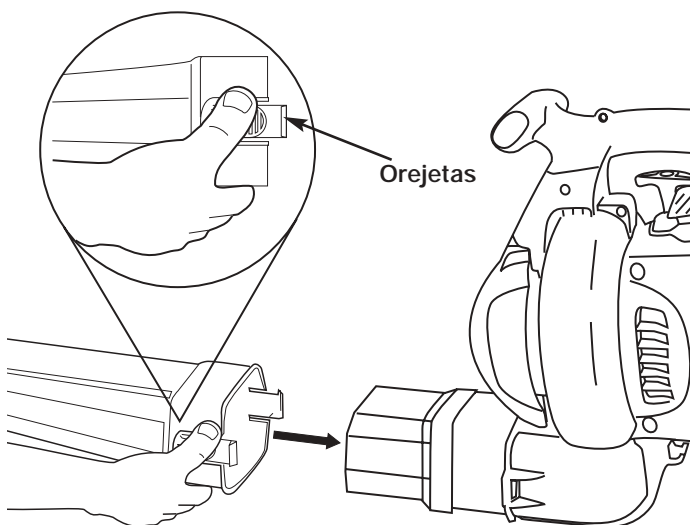

Fig. 1
- Instale el tubo del soplador sobre la salida del soplador y empuje hasta que ambas orejetas se enganchen en su lugar (Fig. 1).
- Retire el tubo del soplador presionando ambas orejetas al mismo tiempo y tirando del tubo del soplador hacia afuera (Fig. 1).